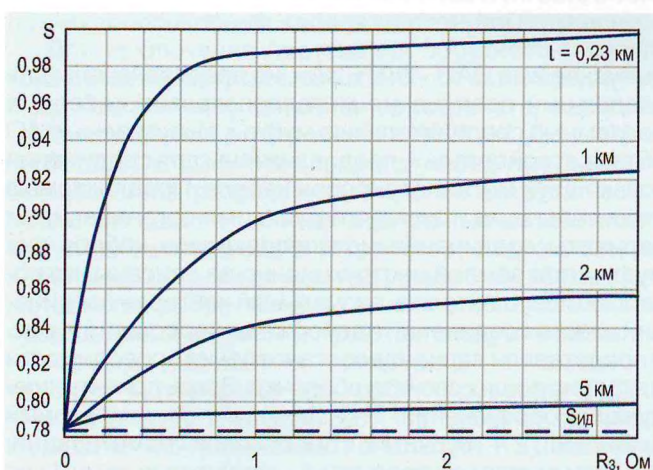

РИС. 4
Во-вторых, с уменьшением сопротивления оконечных заземлителей металлических оболочек кабеля значение реального КЗД стремится к идеальному. Максимальный эффект достигается при сопротивлении 4 Ом. Сопротивление промежуточных заземлителей не оказывает существенного влияния на значение реального КЗД и создает возможность затекания тягового тока и его дальнейшее растекание по металлопокровам кабеля в сторону поста ЭЦ. График зависимости КЗД (S) от сопротивления оконечных заземлителей (R_z) и длины кабельной линии (l) показан на рис. 4.